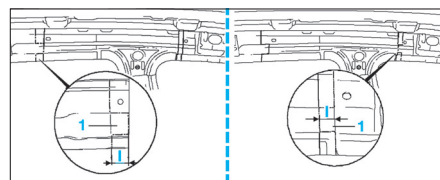

FIG. 71
- Découper les pattes (1) et (2) de la partie supérieure du montant B : I = 20 mm (fig. 71).
- Percer sur le renfort supérieur, un trou oblong de 5x18 mm au niveau de chaque pattes avant et arrière découpées (fig. 71).